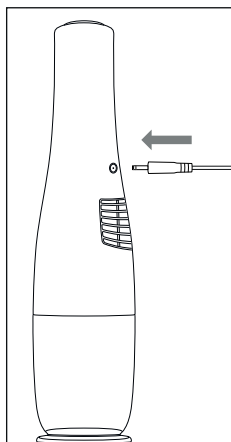

Fig. 1
- ◆ Conectați conectorul-tată **10** al adaptorului de rețea **11** la mufa de încărcare **8** din partea de jos a aparatului (a se vedea fig. 1). Introduceți ștecărul adaptorului de rețea **11** în priză. Becul de control al încărcării **6** începe să lumineze intermitent albastru și procesul de încărcare începe.